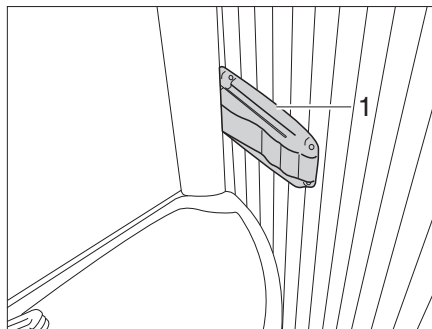

Bild 377 Vario-toalett, spärr till duschvagg
- Tryck in spärren (Bild 377,1) till höger på tvättstället och drag lätt i tvättstället. Tvättstället flyttas framåt med bakväggen.